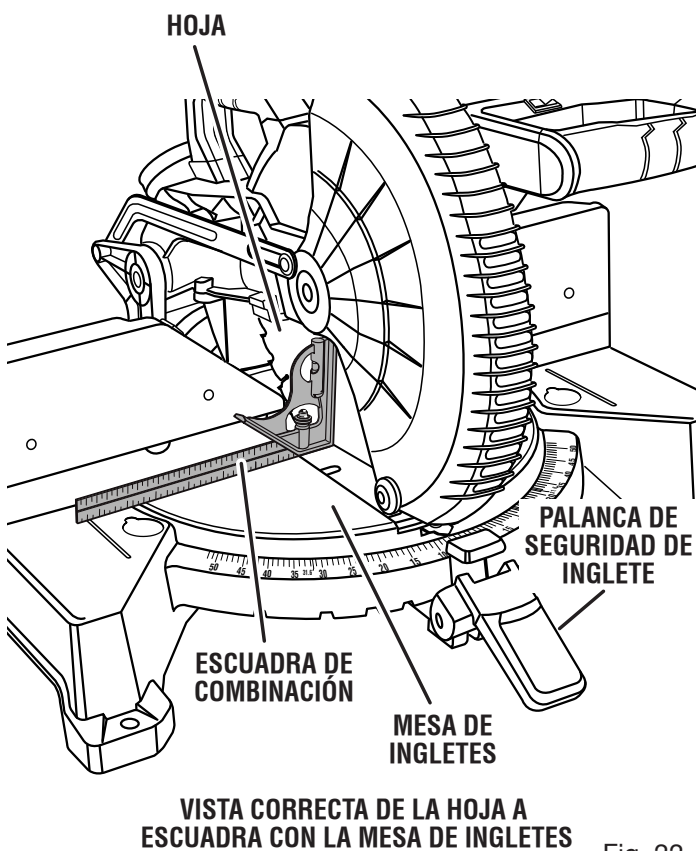

Fig. 22
- El borde de la escuadra y la hoja de la sierra deben estar paralelas, como se muestra en la figure 22.